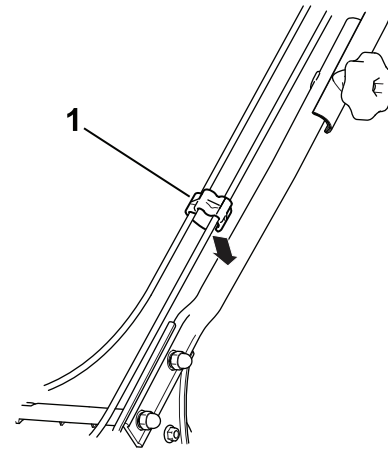

Figure 5
- Bouton du guidon (2)
- Rondelle bombée (2)
- Boulon (2)
- Insérez les câbles dans le serre-câble et fixez le serre-câble au guidon comme montré à la Figure 5.